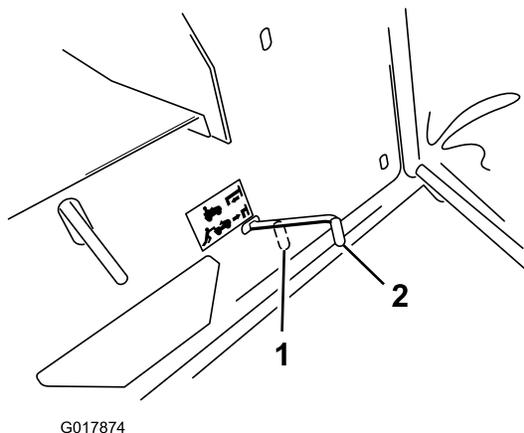

Figura 12
Nota: Esto desengrana el sistema de tracción y permite que las ruedas giren libremente.(Figura 12).
2. Ponga el control de tracción en la posición de Funcionamiento (Figura 12) para engranar el sistema de tracción.